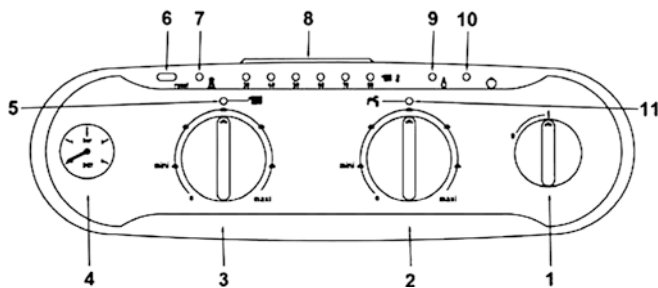
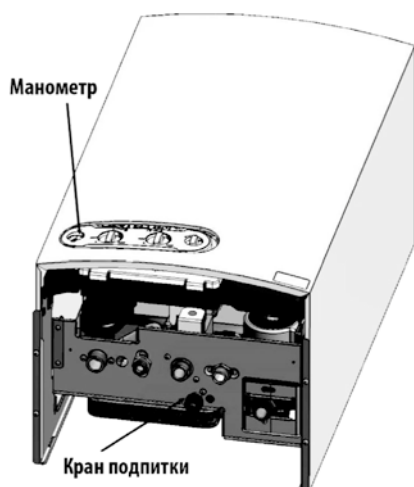

Рис. 1. Панель управления.
Рис. 7. Кран для заполнения водой системы отопления.
Для активации режима необходимо повернуть ручку регулировки температуры ОВ на положительную величину. После этого лампочка индикации режима отопления должна загореться. Во время нагрева системы отопления на панели блока управления должна отображаться фактическая температура (поз. 8 – рис. 1). Регулировка осуществляется в пределах от 35-85°C
Для отображения неисправностей в работе котла панель управления снабжена световыми диодами (поз. 8 - Рис. 1). Каждой неисправности соответствует своя последовательность горящих/моргающих диодов. Расшифровка последовательностей приведена в разделе 6.1.
Для включения котла поверните переключатель ВКЛ / ВЫКЛ ( поз. 1 - рис. 1) в положение (I)
Для выключения котла поверните переключатель ON/OFF (поз. 1 - рис. 1) в положение (0).
С помощью ручки регулировки температуры в системе отопления (поз. 2 – рис. 1) установите необходимую температуру теплоносителя от 35 до 85 °С.
С помощью ручки регулировки температуры горячей воды (поз. 3 – рис. 1) установите необходимую температуру горячей воды от 30 до 60 °С.
Давление в системе отопления, измеряемое манометром котла (поз. 4 – рис. 1), должно составлять 1,3-1,5 бар. Если во время работы котла давление в системе упадет до величины ниже минимально допустимой, котел будет остановлен и индикация неисправности (поз. 8 рис.1) высветит ошибку 13 (см. табл. 5). С помощью крана подпитки воды (рис. 7) доведите давление до первоначального значения 1,3-1,5 бар. По окончании операции всегда закрывайте кран подпитки системы отопления.